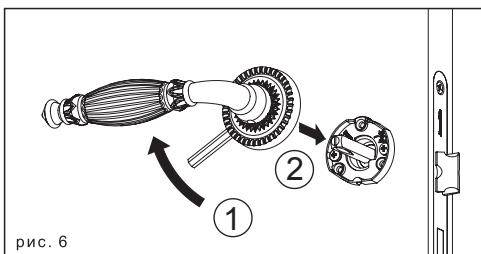

рис. 6
3. Вкрутите в розетку ручки шестигранный рычажок и с его помощью поверните розетку относительно ручки до упора (рис. 6, ①). Удерживая розетку в таком положении, наденьте ручку на основание (рис. 6, ②).